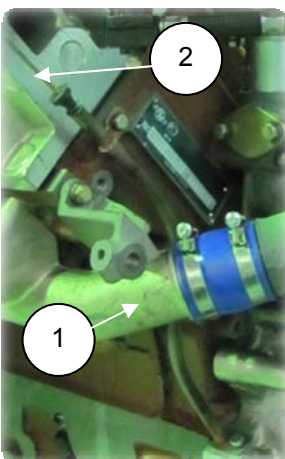

Рис. 6.62
1. Смазать пальцы на трубке направляющей указателя (1) (845.1009058) маслом М10Г₂К, установить трубку в отверстие на передней крышке, совместив отверстия на блоке и клеммере трубки (рис. 6.62);
4. Установить указатель уровня масла (2) (845.1009050) в трубку направляющую (рис. 6.62).